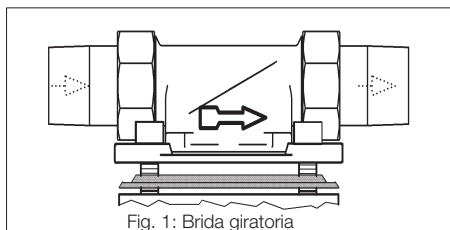

Fig. 1: Brida giratoria
- sentido de circulación (véase fig. 1)